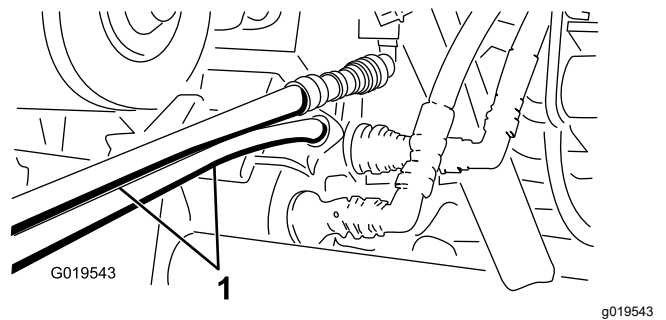

Figure 75
5. Sur l'autre machine, branchez les 2 flexibles au coupleur se trouvant encore dans le support (branchez le flexible supérieur au coupleur supérieur et le flexible inférieur au coupleur inférieur) (Figure 75).